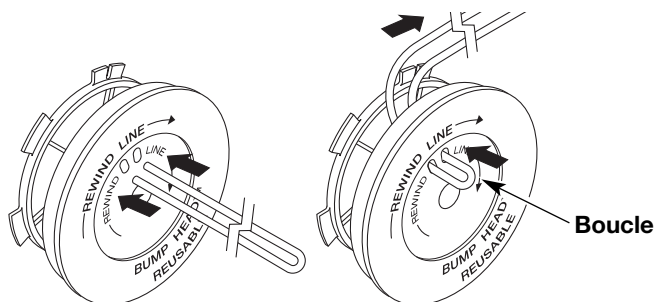

Fig. 16
- Découpez environ 6 m (20 pi) de fil neuf et faites-en deux boucles de longueurs égales. Insérez chaque extrémité de fil dans l'un des deux trous du moulinet (Fig. 16). Tirez le fil à travers le moulinet pour que la boucle soit le plus petit possible.